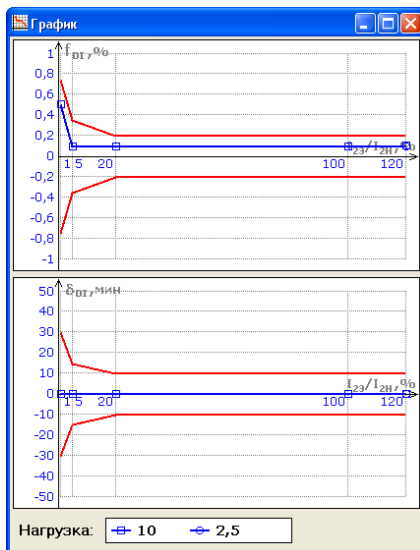

Рисунок 2.12
14) Полученные результаты измерений можно просмотреть в виде графиков (рисунок 2.12), для чего щелкнуть по кнопке "График" .